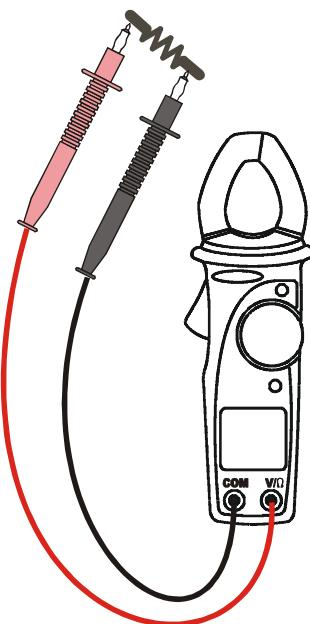

Fig. 8: Uso del instrumento ne la medida de continuidad
2. Conecte las dos puntas de prueba en los terminales de la pinza, la roja en el terminal V/Ω y la negra en el terminal COM, como visualizado en Fig. 8.